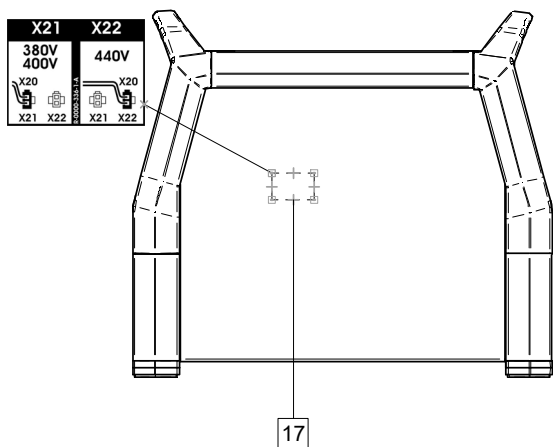

Рисунок 3
- Установить переключку X20 (см. рис. 3) в правильное положение: